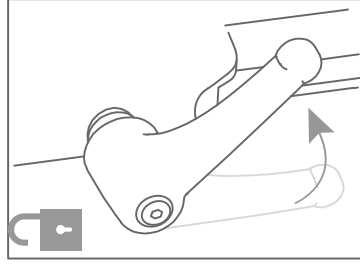
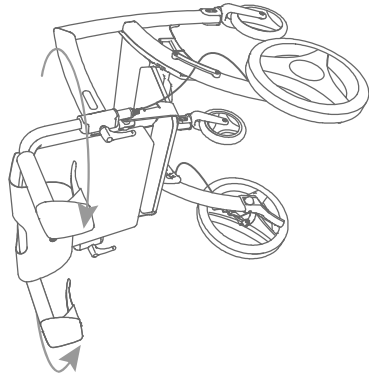
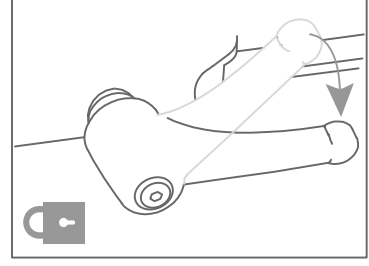

Figura 36: Apriete la maneta de ajuste.
Figura 37: Girar empuñaduras.
Figura 38: Apriete la maneta de ajuste.
- Desenrosque las manijas de ajuste en sentido contrario a las agujas del reloj **(Figura 36)** y gire las manijas hasta que apunten directamente hacia atrás **(Figura 37)**. Ajuste la altura correcta para el empujador y apriete las manijas de ajuste en el sentido de las agujas del reloj **(Figura 38)**. Véase también Ajuste de la altura para la posición correcta.